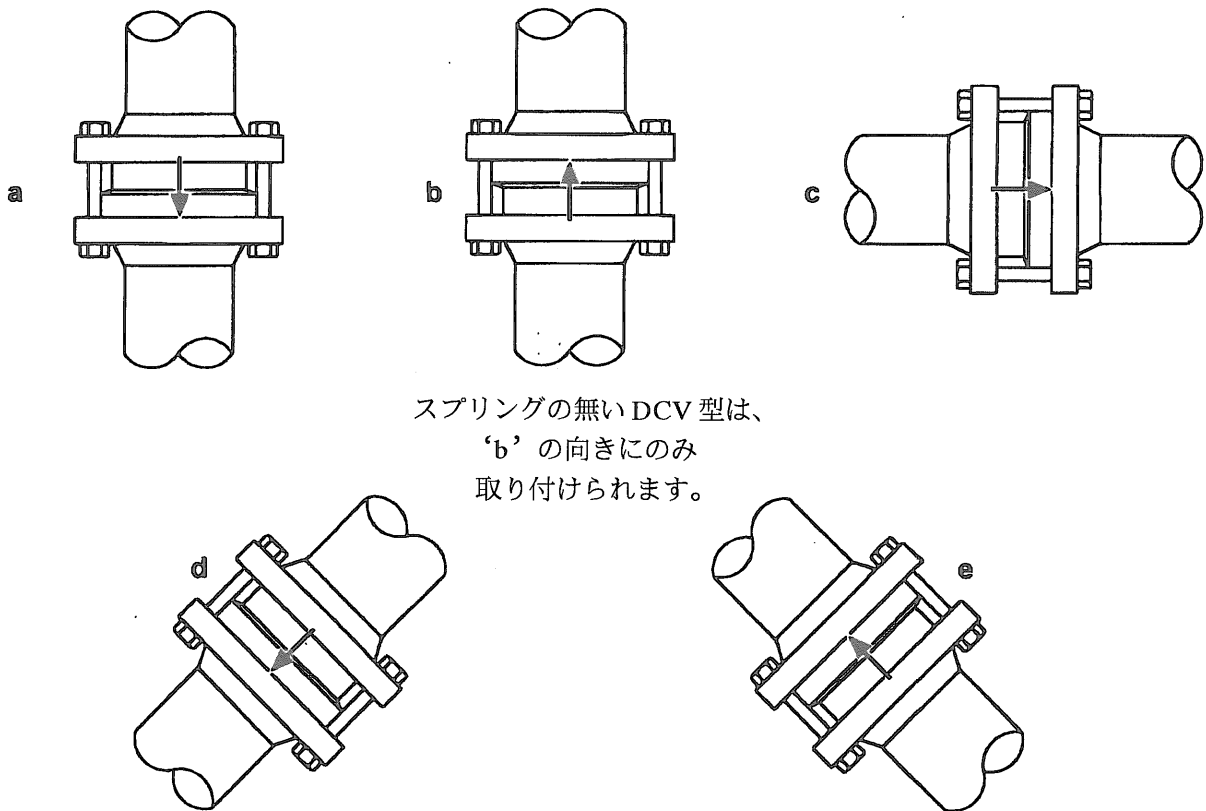

図2
- 3.5 逆止弁は、2個のフランジの間に簡単に取り付けることができます（図2参照）。標準ガスケットは、ロングボルトあるいはスタンドとともにバルブの両サイドに使用されます。注記：フランジ、ボルト（あるいはスタッド）、ナットおよび接続ガスケットは、設置者が準備ください。通常のフランジのボルト締め方法に従ってください。例：ボルトは対角方向に順に締め付ける等。